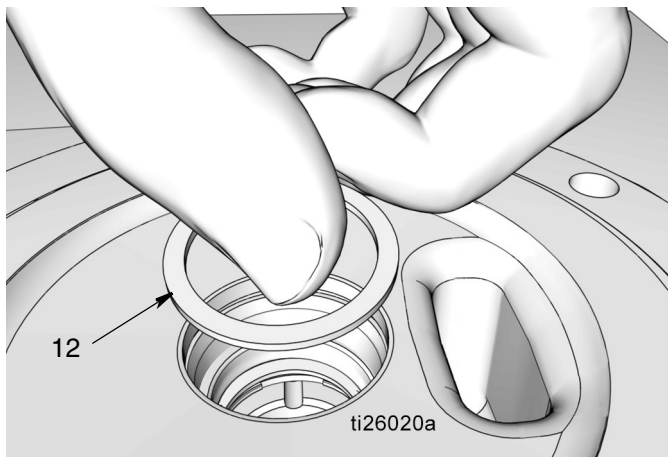

Рис. 38
- g. Установите распорную деталь (12) (Рис. 38).